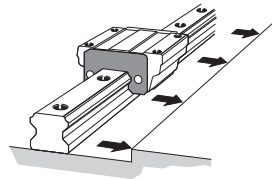

Fig.7 Alineamiento del rail LM con la superficie de referencia
- (2) Suavemente ubique la guía LM sobre la base y sujete temporalmente los tornillos hasta que la guía LM haga contacto levemente con la superficie de montaje (alinee el lateral que tiene marcada la línea en el rail LM con la superficie de referencia lateral de la base). (Fig.7)